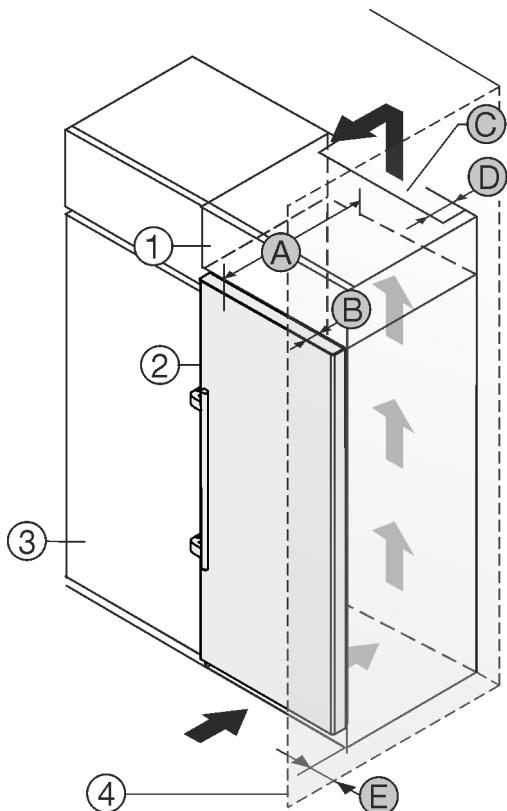

Fig. 10
Das Gerät kann mit Küchenschränken umbaut werden. Um das Gerät Fig. 10 (2) der Küchenzeilenhöhe anzugeleichen, kann über dem Gerät ein Aufsatzschrank Fig. 10 (1) angebracht werden.
Das Gerät kann direkt neben dem Küchenschrank Fig. 10 (3) aufgestellt werden. Um die Türe vollständig öffnen zu können, muss das Gerät um die Tiefe Fig. 10 (B) gegenüber der Küchenschrankfront vorstehen. Abhängig von der Tiefe der Küchenschränke und Verwendung von Wandabstandshalten kann das Gerät weiter herausragen.
- An der Rückseite des Aufsatzschrankes muss ein Abluftschacht mit der Tiefe Fig. 10 (D) über die gesamte Aufsatzschrankbreite vorhanden sein.
- Unter der Raumdecke muss der Entlüftungsquerschnitt Fig. 10 (C) eingehalten werden.
Wenn das Gerät mit den Scharnieren neben einer Wand Fig. 10 (4) aufgestellt wird, muss der Abstand Fig. 10 (E) zwischen Gerät und Wand eingehalten werden. Dies entspricht dem Griffüberstand bei geöffneter Tür.